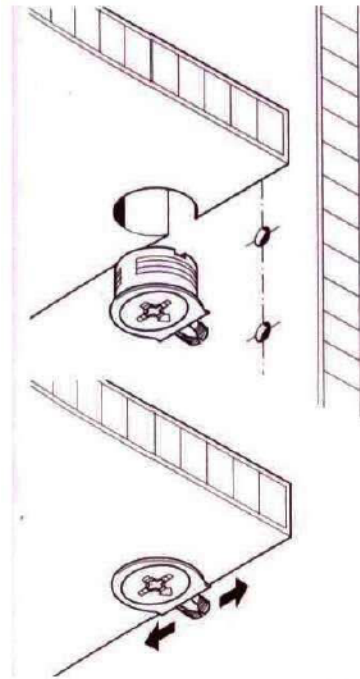

Рис. 3
2. Установить в бока полкодержатели и положить на них полки (рис. 3).